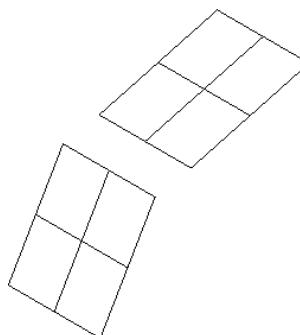

图 6-105 两曲面熔接实例
- ① 在“文件”工具栏中单击“打开文件”按钮，打开光盘中“第06章\原始图形\6.3.9 两曲面熔接.MCX-7”，如图 6-105 所示。